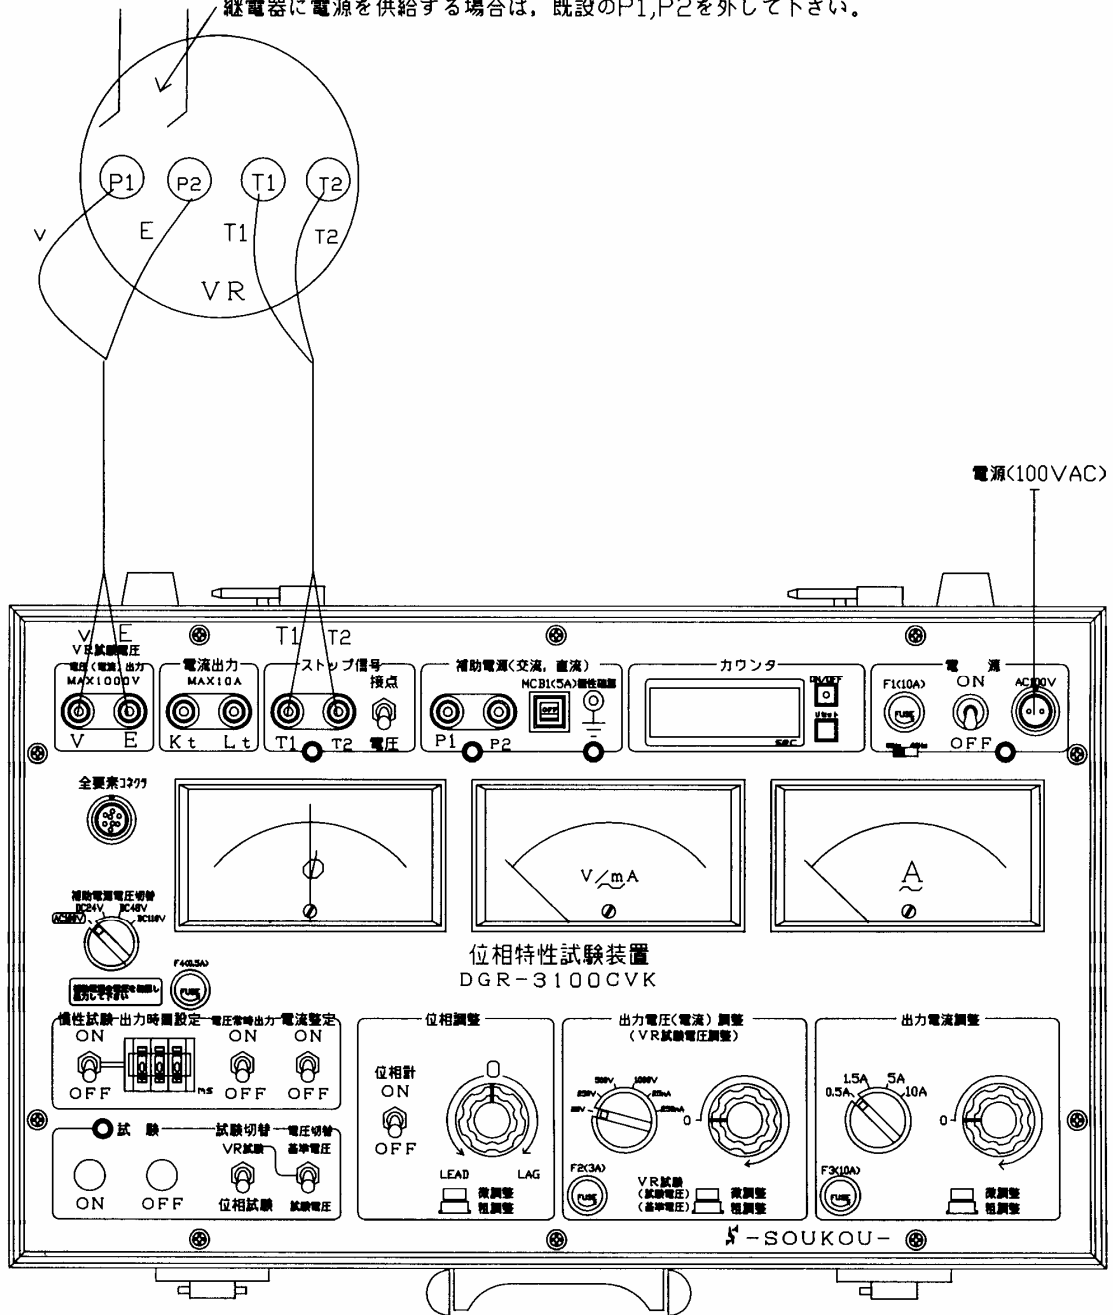

図3：VR試験回路図（停電状態，継電器単体）
2 . 試験回路 (図 3) を構成します。
2. 試験回路(図3)を構成します。